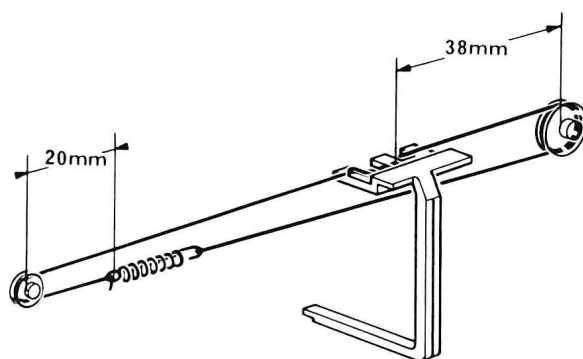

Fig. 2
- 2° - Enlever les vis (6) et (21).
- 3° - Désolidariser le châssis (7) de la face avant (9) de l'appareil.
- 4° - Amener le condensateur variable en butée en tournant l'axe du bouton (11) dans le sens des aiguilles d'une montre.
- 5° - Prendre un cordonnet de 440 mm et attacher l'extrémité (A) au ressort (26) (Fig. 2).
- 6° - Passer le cordonnet sur la poulie (25) en laissant 20 mm entre l'extrémité (A) et l'axe de la poulie (25).
- 7° - Enrouler 1 tour et demi de cordonnet sur la poulie (28) et attacher l'extrémité (B) au ressort, en tendant celui-ci.
- 8° - Fixer l'aiguille à 38 mm de l'axe de la poulie (28).